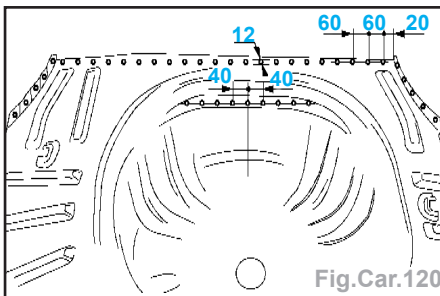

Fig.Car.120
- Tracer puis percer à un Ø 6,5 mm pour soudage ultérieur par points bouchons (Fig.Car.120)